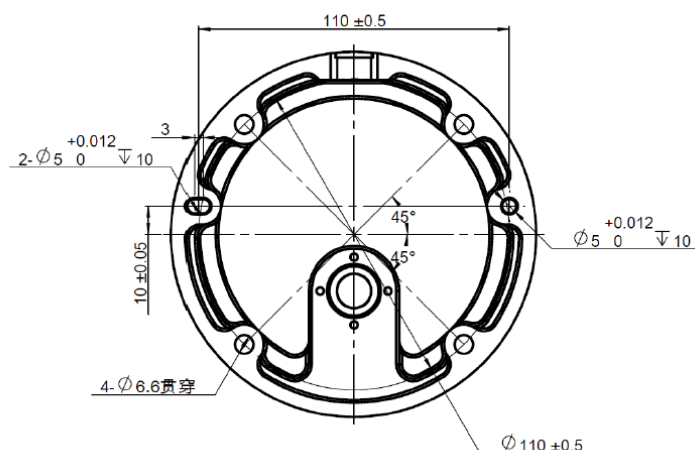

图 3-6 JAKA Zu 3 基座安装尺寸图
15.3Nm 扭矩紧固这些螺钉。如果需要非常准确地调整机器人的位置，还可以在准备安装的面上钻 2 个 $\varnothing 5\text{mm}$ 的销钉孔，用销钉加以定位。也可购买精确的机座作为附件来使用。将机器人安装在一个坚固的表面，该表面应当足以承受至少 10 倍的底座关节的最大扭矩，以及至少 5 倍机器人的重量。此外，该表面应没有震动。如果机器人安装在线性轴或活动的平台上，则安装机座的加速度应很低。因为高加速度会导致机器人误以为撞到东西而停止运行，图 3-6 显示了机器人安装孔。所有测量值均以 mm 为单位。